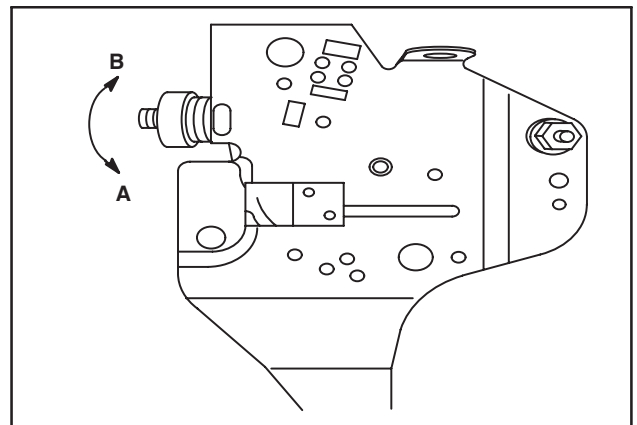

Fig. 68
Tourner la commande réglable fixe comme indiqué (A) pour augmenter la vitesse, (B) pour réduire la vitesse, Fig. 68.